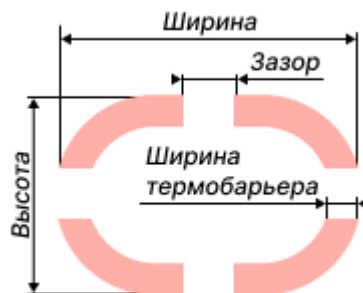

Рис. 224 Параметры апертury
- Ширина – общая ширина всей апертуры, включая зазоры и ширину термобарьера. Значение может быть задано в диапазоне 0,01 – 100 мм с шагом 0,1 мм, см. Рис. 224.